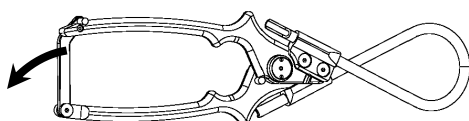
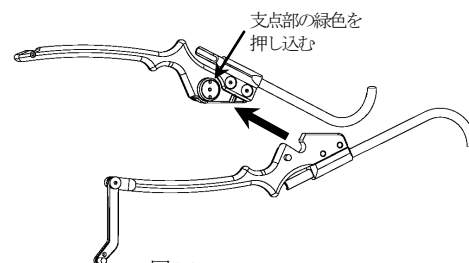

図2-1
図2-2
- 2) 持ち手後端のロックを解除し(図2-1)、パッサーの支点部緑色の部分を押し込みながらスライドさせ、パッサーを分離します(図2-2)。